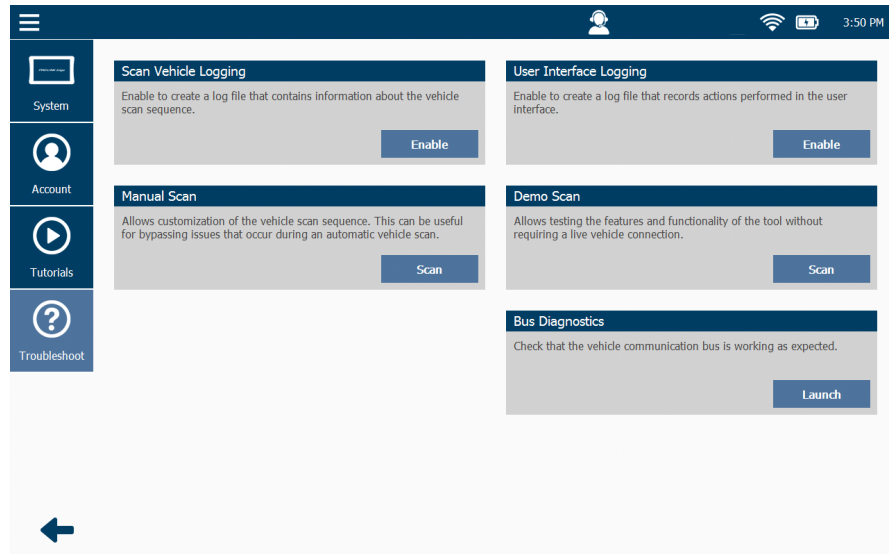

Figure 8.11 Menu de dépannage
- 1 Touchez le bouton **Scan** (analyser) (voir Figure 8.11).
Sélectionnez **End Session** (fin de session) dans le menu déroulant en haut à gauche de l'écran pour quitter le mode de démonstration et retourner au menu de dépannage (Figure 8.11).
- 5 Touchez la **flèche arrière** pour retourner au menu de dépannage (Figure 8.11).